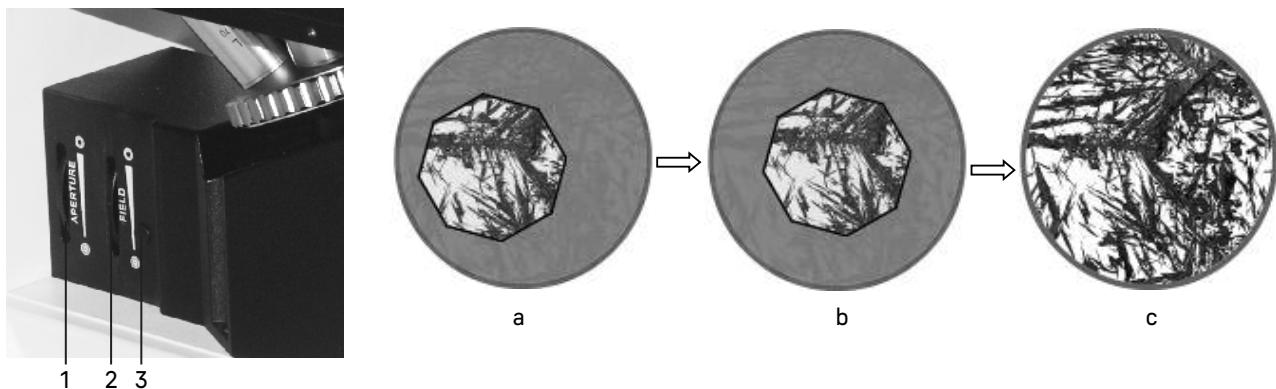

Рис. 11. Настройка освещения по Кёлеру
2. Раскройте апертурную диафрагму 1 и закройте полевую диафрагму 2. В поле зрения будет видно светлое пятно с изображением краев диафрагмы, как показано на рис. 11.